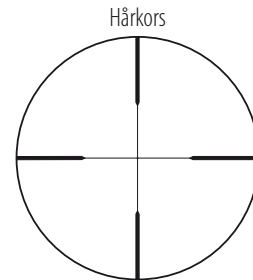

Bild 3
(1) Fokusering
- 1 Titta genom okulalet med ögat cirka 4 tum (10 cm) från okulalet för att se hårkors (Bild 3).
- 3 Vrid okularjusteringsringen moturs och sedan medurs till dess att hårkors (Bild 3) framträder skarpt.